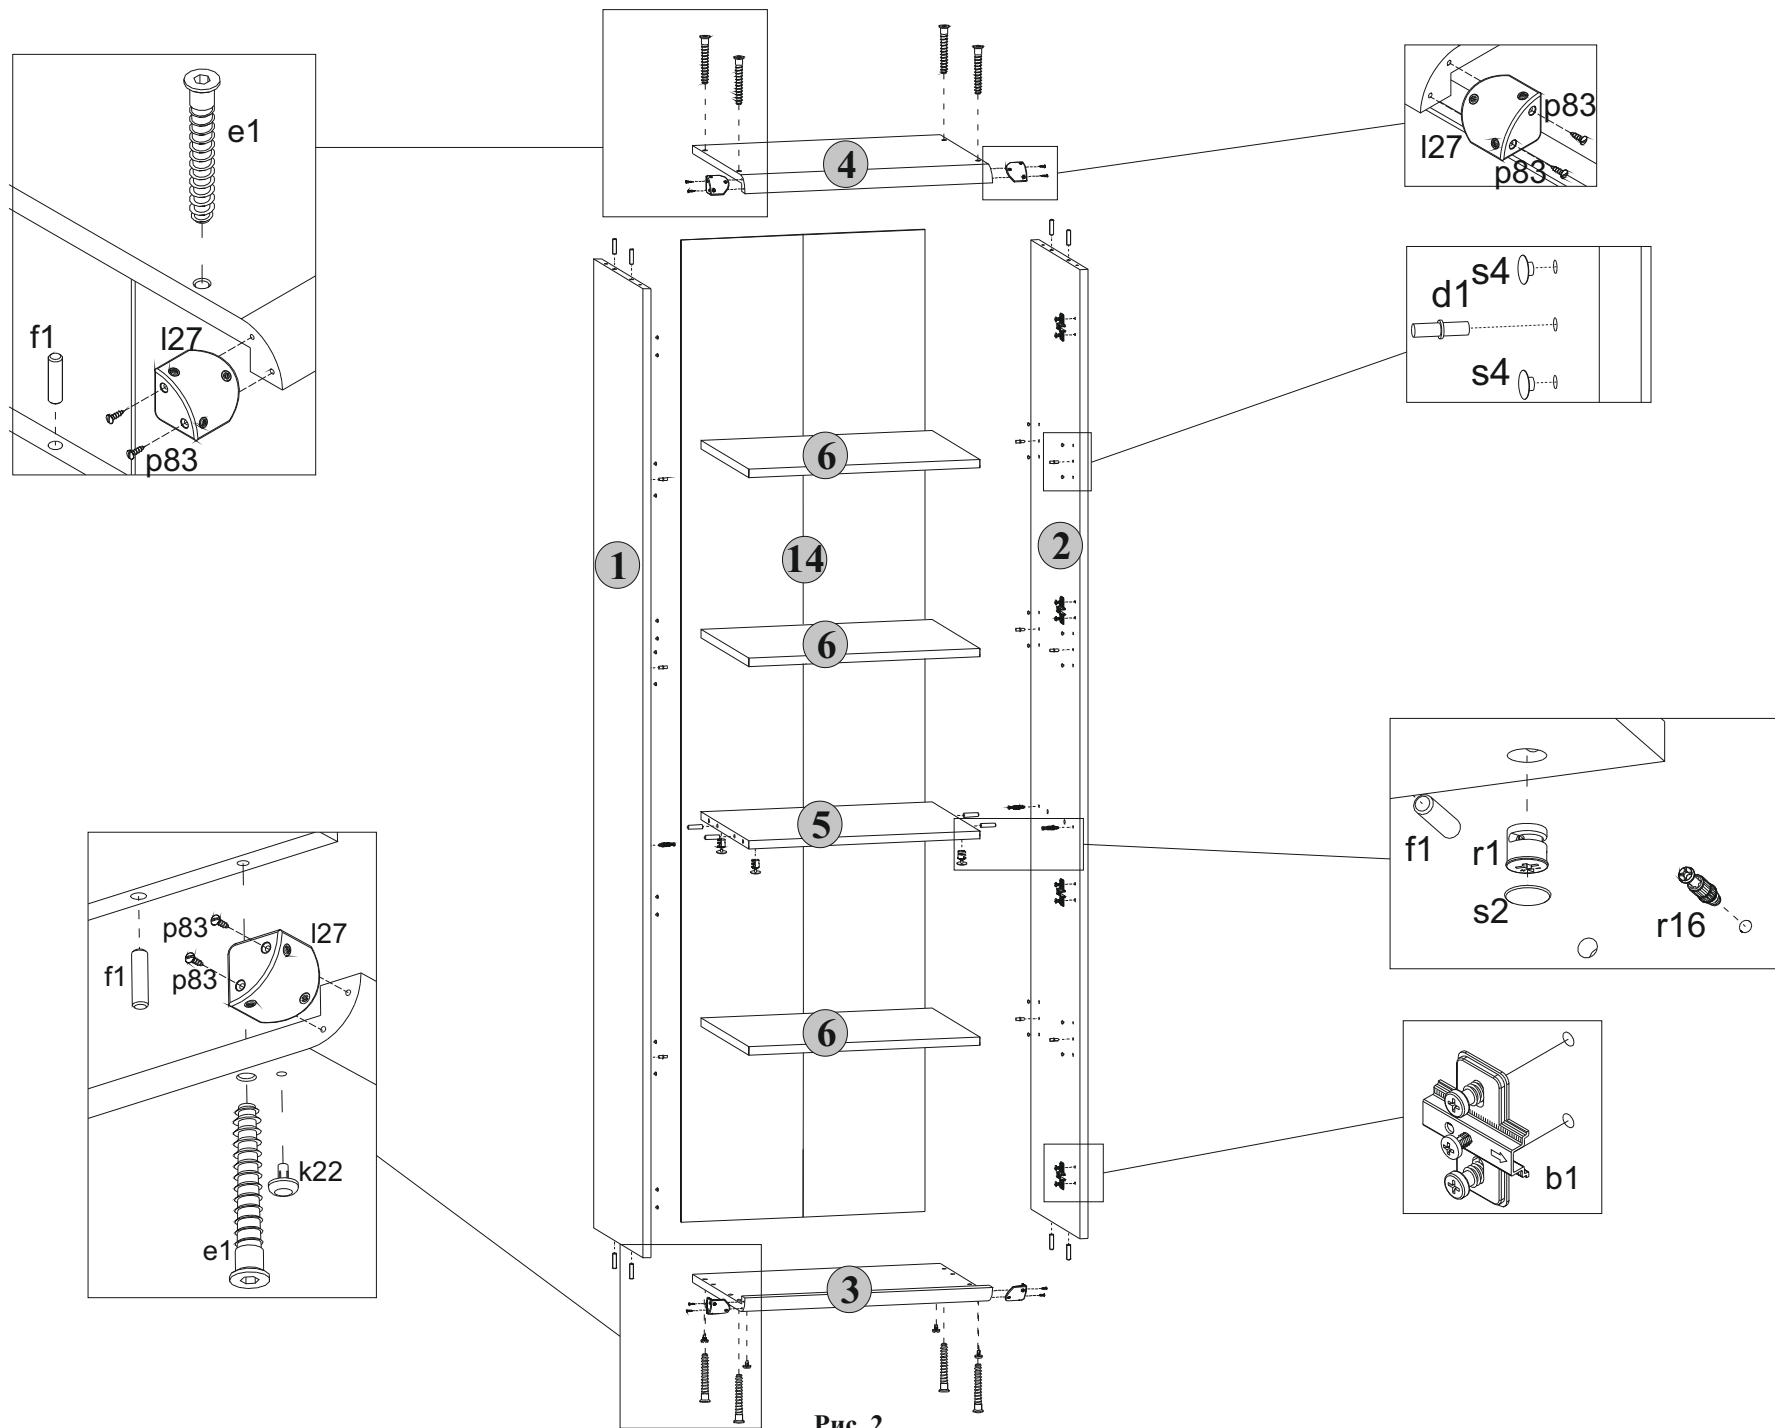

Рис. 2
5.6 На нижней поверхности полки соединительной **5** в отверстия диаметром **15 мм** вставить стяжки эксцентриковые **r1** (см.рис. 2).
5.7 В отверстия диаметром **4,5 мм** на нижней поверхности щита нижнего **3** вставить опоры полимерные **k22** (подпятники) (см.рис. 2).
5.8 К стенкам боковым **1** и **2** присоединить щиты нижний **3** и верхний **4** и стянуть еврошурупами **e1**, пользуясь специальным ключом **z1** из комплекта фурнитуры (см.рис. 2).
5.2 В отверстия диаметром 8 мм на верхних и нижних краях стенок боковых 1 и 2, а также на боковых краях полки соединительной 5 вбить деревянные шканты f1 (см.рис. 2).
5.4 В отверстия диаметром 5 мм в центральной части на внутренних поверхностях стенок боковых 1 и 2 вкрутить винты стяжки r16 для установки полки соединительной 5, пользуясь крестообразной отверткой (см.рис. 2).
5.5 В остальные отверстия диаметром 5 мм на внутренних поверхностях стенок боковых 1 и 2 в зависимости от уровня расположения полок вкладных вставить полкодержатели d1 (см.рис. 2).